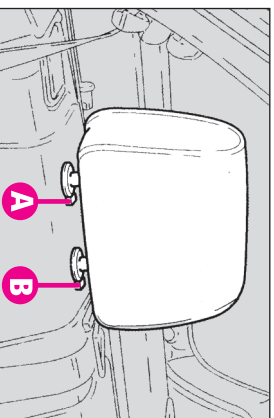
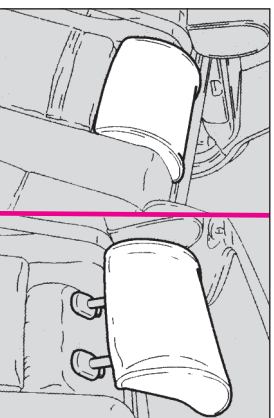

fig. 5
fig. 6
Vehiculul este dotat cu două tetiere pentru locurile laterale (fig. 5) și în funcție de model, poate fi adăugată o a treia tetieră pentru locul central.(fig. 6).
- apăsati ambele butoane (A și B-fig. 5) și scoateți-le.
- pentru a le așeza la loc, țineți butoanele (A și B-fig. 5) apăsate, și introduceți-le complet.